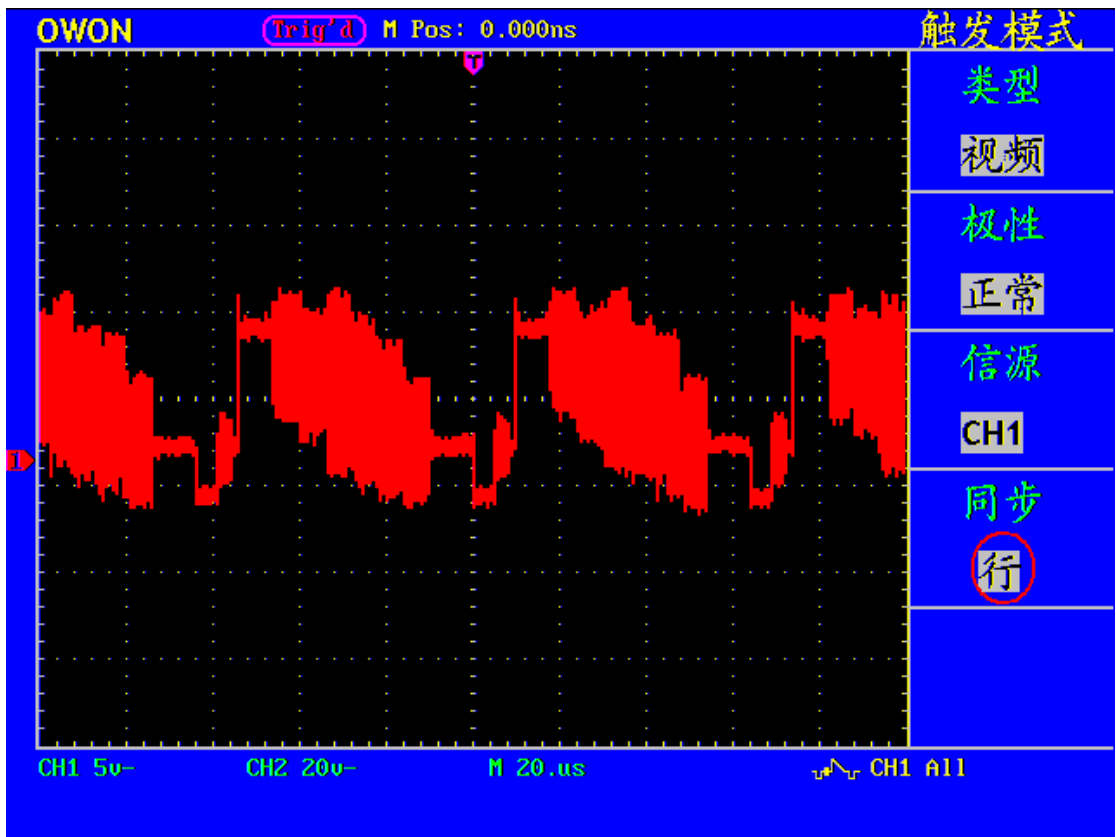

图 32 视频行触发波形
- 7、再按 **F4** 菜单选择按键，选择斜率为 **行**。屏幕显示见图32。